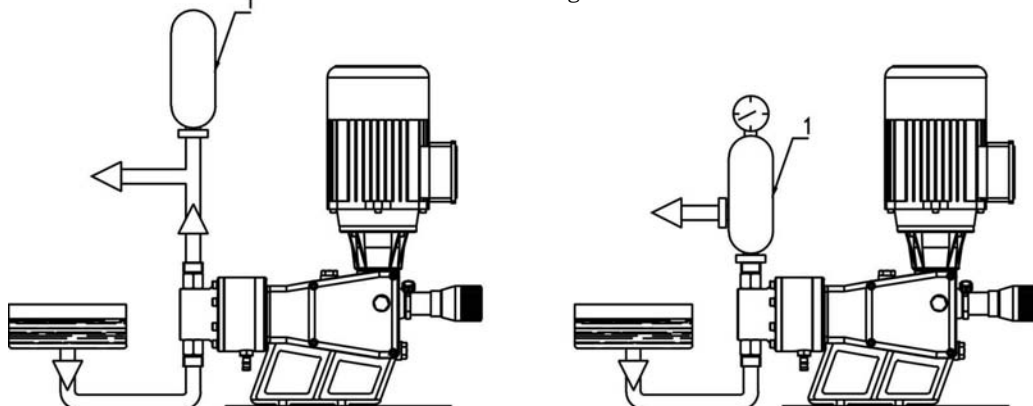

Fig. 8 – Layout do amortecedor de pulsação
5.3.3 Amortecedor de Pulsação (Dampener) - (Ref.1 - Fig.8)